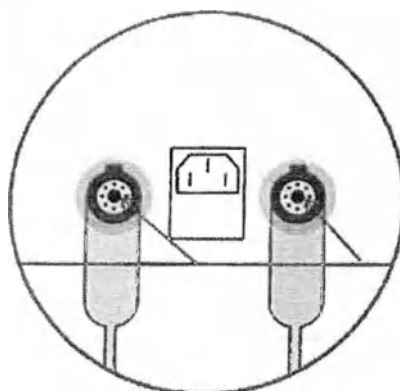

Рисунок 24 – Схема подключения насадок ультразвуковых к основному блоку системы Hyzer Me
- Подключите насадку ультразвуковую к разъему для подключения насадки ультразвуковой на задней панели основного блока (рисунок 24). Возможно одновременное подключение двух насадок ультразвуковых (двойной режим).